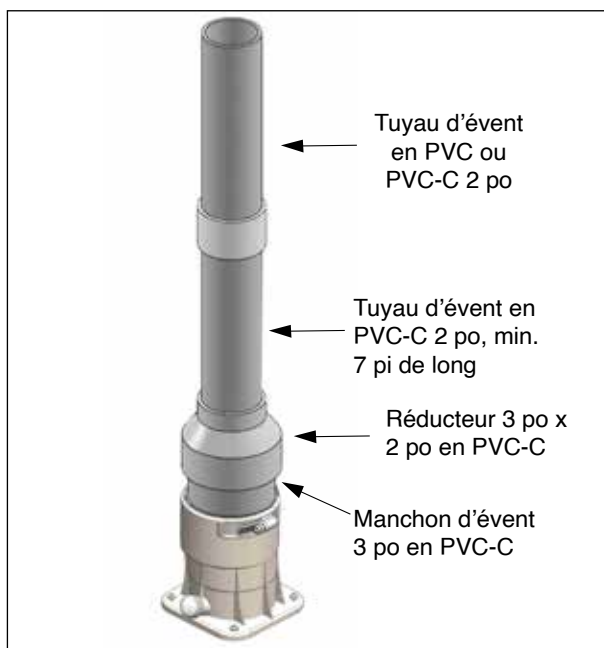

Fig. 21 - Installation verticale, système d'évent en PVC/PVC-C de 2 po (60 mm)
3. Utilisez un réducteur de 3 po (80 mm) x 2 po (60 mm) pour réaliser la transition de l'évent PVC-C/PVC de 2 po (80 mm); consultez les *figures 21 et 22*.